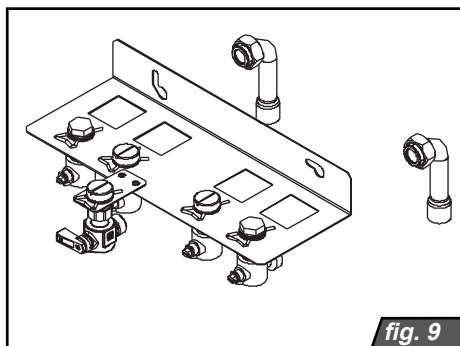

fig. 9
1. Set de racordare (fig. 9)
Racordurile cazanului nu trebuie să fie afectate de presiuni externe, tensionări sau orice alte acțiuni mecanice. Se vor respecta distanțele evidențiate. Se recomandă utilizarea setului special de racordare (fig. 9).